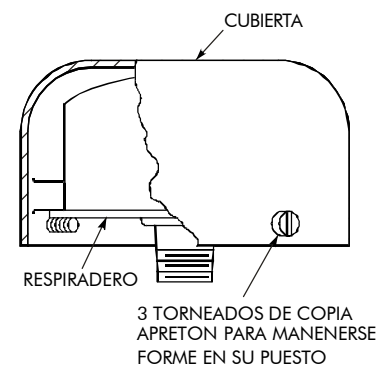

Figura 9
10. Instale la cubierta del respiradero como se muestra en la Figura 9. **NOTA:** El respiradero debe apretarse antes de poner la cubierta. La cubierta no debe usarse para apretar la ventila.